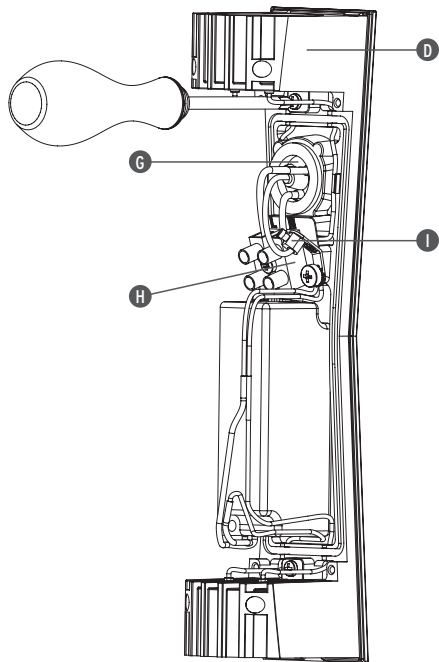

Fig. 4
<IT> Fig.4 Rimontare il corpo (D) all'attacco a parete avendo cura di far passare i cavi di alimentazione attraverso il passacavo (G), quindi effettuare i collegamenti elettrici nella morsetteria (H) e al morsetto di terra (I).
<GB> Fig.4 Remount the body (D) onto the wall attachment taking care to pass the supply cables through the fairlead (G), then make the electrical connections in the terminal box(H) and to the earth terminal (I).
<DE> Abb.4 Montieren Sie den Korpus (D) wieder am Wandanschluss, achten Sie dabei darauf, dass die Stromkabeln in die Kabelführung (G) eingezogen werden. Führen Sie den Stromanschluss an der Klemmleiste (H) und an der Erdungsklemme (I) durch.
<FR> Fig.4 Remonter le corps (D) sur l'attache murale en prenant soin de faire passer les câbles d'alimentation à travers le passe câble (G), puis effectuer les raccordements électriques dans le bornier (H) et raccorder la terre (I).
<ES> Fig.4 Volver a montar el cuerpo (D) en el soporte de pared pasando los cables de alimentación a través del pasacables (G), entonces efectuar las conexiones eléctricas en la regleta (H) y al borne de la toma de tierra (I).
<PT> Fig.4 Voltar a montar o corpo (D) ao suporte de parede tendo o cuidado de passar os cabos de alimentação através do passa-cabo (G) e, posteriormente, realizar a ligação eléctrica na régua de terminais (H) e ao borne de terra (I).
<RUS> Рис.4 Снова установить основную часть (D) на несущую панель, пропустив провода питания через кабельный вход (G), затем подсоединить их к клеммной панели (H) к клемме заземления (I).
<CN> 图4. 重新将主体装置 (D) 与墙壁固定器进行固定, 将电源线小心地穿过线槽 (G), 并在端子板 (H) 和接地板 (I) 上进行电路连接。